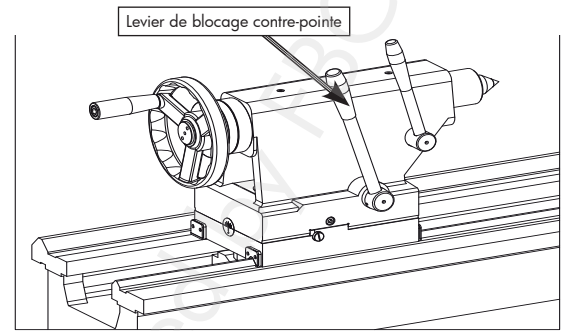

Fig. 9 Levier de blocage de la contre-pointe
3. Pour équilibrer la charge à lever, desserrez le levier de blocage de la contre-pointe (figure 9), déplacez la contre-pointe jusqu'à l'extrémité de la glissière et bloquez-la en place.